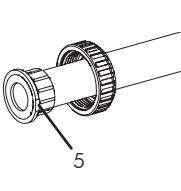

Fig.03
3. Dejar la distancia justa entre manguitos (ver Fig.03), de manera que el cuerpo de la válvula se pueda introducir fácilmente, evitando que quede tensionado por ambos extremos de la tubería.
- Separare i manicotti e valutare correttamente la distanza tra essi (vedere Fig.03), in modo che il corpo della valvola possa essere introdotto facilmente, evitando che rimanga teso da entrambe le estremità del tubo.